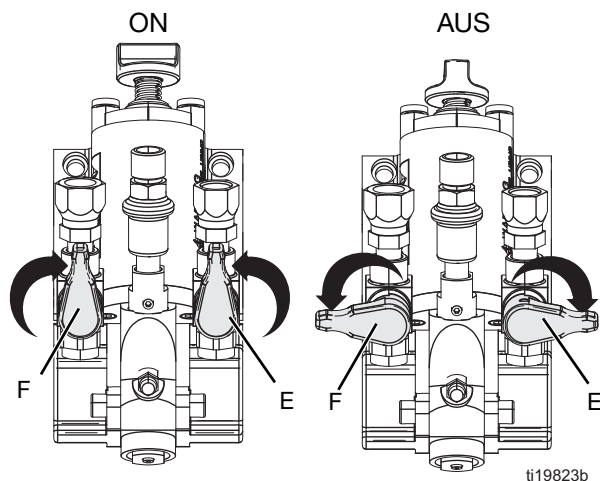

ABB. 5 Absperrventile
- Material-Absperrventil schließen. Siehe ABB. 5.
5. Die Materialventile (E, F) schließen. Siehe ABB. 5.